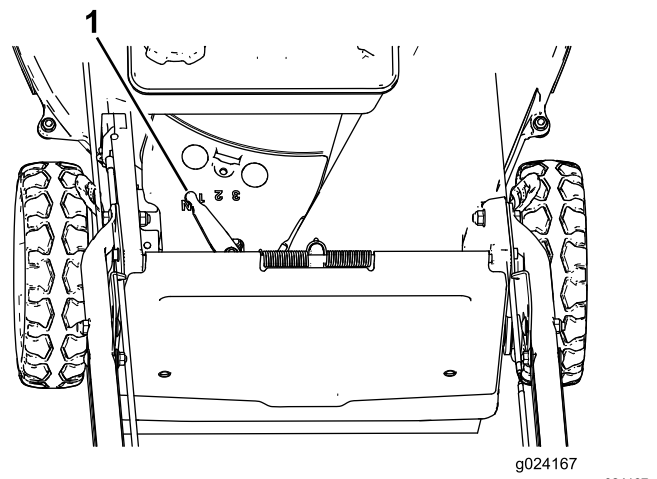

Bild 17
Diese Maschine hat 3 Fahrgeschwindigkeiten: 1 (langsam), 2 (mittel) und 3 (schnell); außerdem verfügt sie über eine Neutralposition (N). Der Selbstantriebshebel befindet sich unter und hinter dem Kraftstofftank (Bild 17).